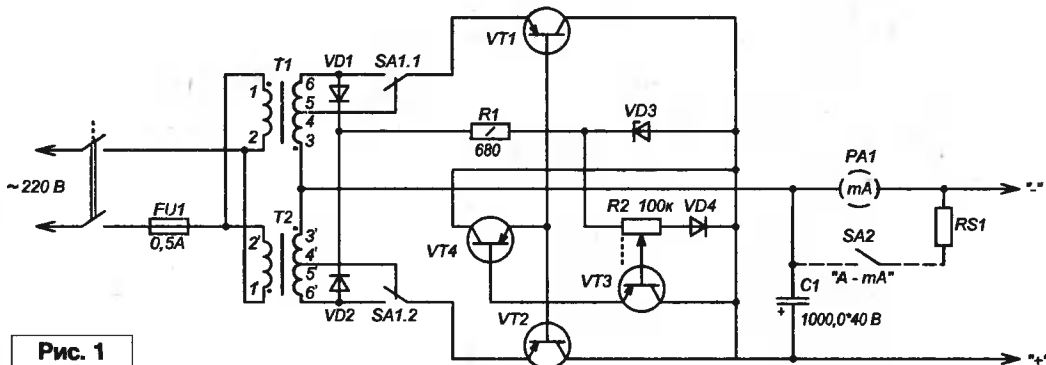
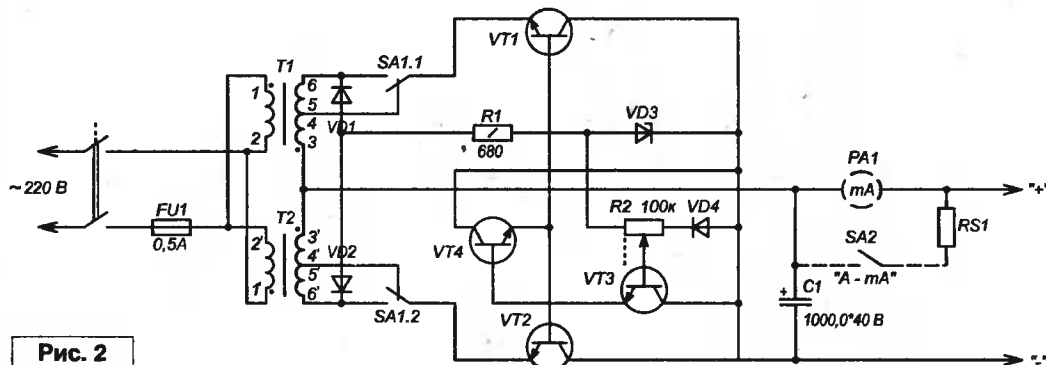

Рис. 1
Рис. 2
Принципиальные схемы (рис. 1, рис. 2), в отличие от [1], построены с применением двух одинаковых трансформаторов Т1, Т2 типа ТВК-110ЛМ, как наиболее компактных [2, 3] от старых телевизоров УЛГТ-61-ИИ (12), что позволило не пере(до)матывать их получать на выходе
В каждом плече полупериода сетевой частоты 50 Гц (60 Гц и т.д.) выпрямителя работает только один трансформатор со своим вентилем (мощным транзистором р-п-р, рис. 1; п-р-п рис. 2), т.е. при проводе прежнего сечения можно со вторичной обмотки (при прежней величине ее “паразитного” нагрева) получить вдвое больший выпрямленный ток.
В каждой из схем (рис. 1, рис. 2) смещение на базы транзисторов VT1, VT2 подается от маломощного двухполупериодного выпрямителя на диодах VD1, VD2 через эмиттерный повторитель на транзисторах VT3, VT4. Величина смещения определяется положением движка потенциометра R2, являющегося делителем напряжения с выхода параметрического стабилизатора на стабилитроне VD3. Диод VD4 препятствует короткому замыканию коллектор-база транзистора VT3 (за счет прямого падения напряжения на VD4).
Выпрямители (рис. 1, рис. 2) позволяют получать регулируемое напряжение 1...35 В при токе до 2 А (амперметр РА1 имеет два предела измерения тока “МА-А”, переключающиеся тумблером SA2, величиной, определяемой в зависимости от выбранного – наличного
Чтобы бесполезно не расходовать электроэнергию (на нагревание радиатора) при малых значениях выходного напряжения выпрямителя, используется переключатель SA1 (в положении, указанном на рис. 1, рис. 2).
В отсутствии радиаторов [4] для транзисторов VT1, VT2 (рис. 1, рис. 2) можно в их качестве использовать корпус выпрямителя (конечно, если он металлический), но при этом постоянно помнить, что на нем потенциал коллектора VT1, VT2 (разный для рис. 1 в отличие от рис. 2).
1. Выключатель сети и предохранитель FU1 желательны, но не обязательны (на рис. 1, рис. 2 выключатель сети [5] совмещен с положением минимального выходного напряжения на потенциометре R2 типа СПЗ-12 100к ВВ 0,125 от того же телевизора).
рис. 1	рис. 2